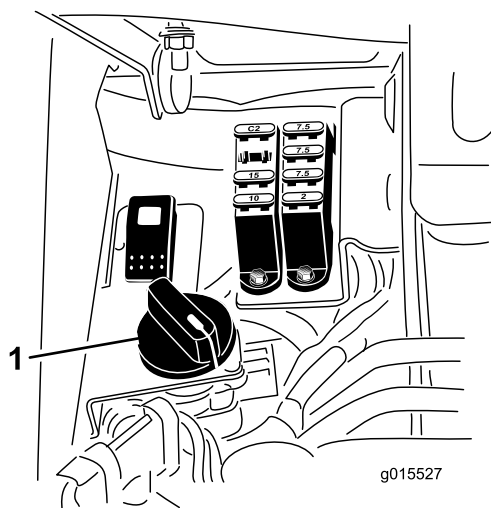

Figura 41
- Para establecer la velocidad de los molinetes, gire el pomo (Figura 41) hasta que las flechas apunten al número que indique el ajuste deseado.